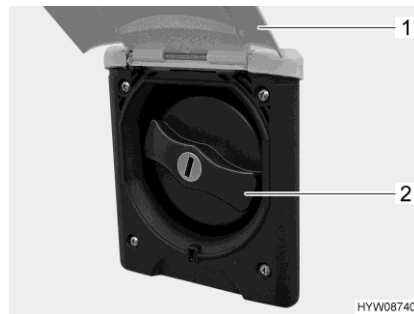

Bild 140 Verschlussdeckel (Trinkwasser-Einfüllstutzen)
- Außenklappe (Bild 140,1) nach oben schwenken.
- Blauen Verschlussdeckel (Bild 140,2) eine viertel Umdrehung drehen.